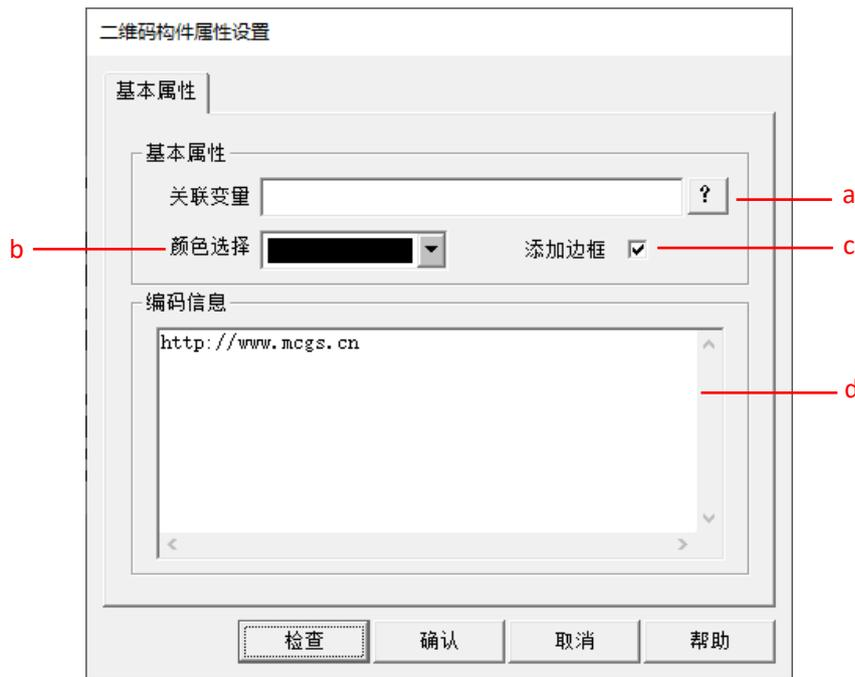

图 2.1-8 二维码构件属性设置
- ③ 鼠标双击图 2.1-7 中的二维码构件，进入图 2.1-8 所示的二维码构件属性设置界面；